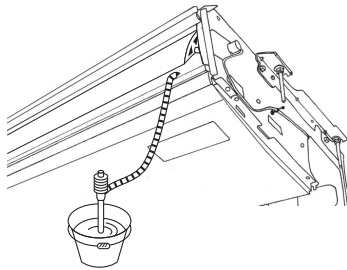

Abb. 5-3
5. Auf einwandfreien Auslauf überprüfen. (Abb. 5-3)